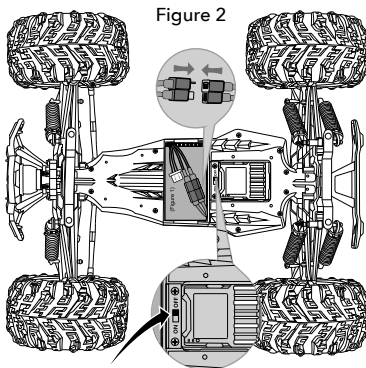

Figure 2
3. Placer la batterie entièrement chargée dans le compartiment prévu à cet effet. Connecter la batterie. Ne pas forcer, il n'y a qu'un sens possible ! (Figure 2).